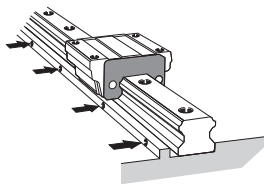

图9 锁紧止动螺丝
(3) 按顺序将LM轨道的止动螺丝拧紧,使轨道与横向安装面紧靠。(图9)